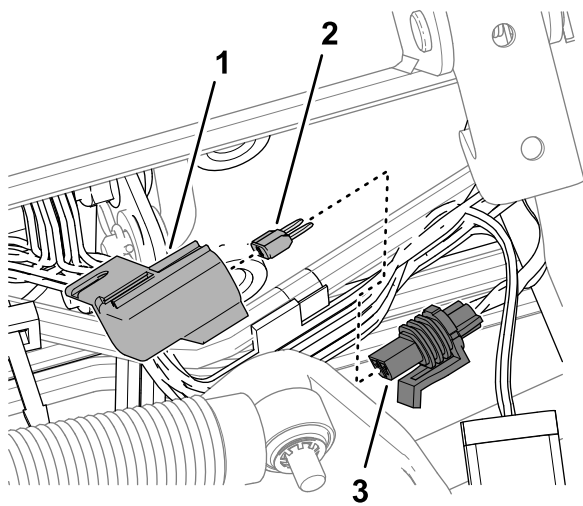

Figura 131
3. Rimuovete il tappo dal portafusibili in linea etichettato 10 A FUSE TELEMATIC PWR (Figura 131).